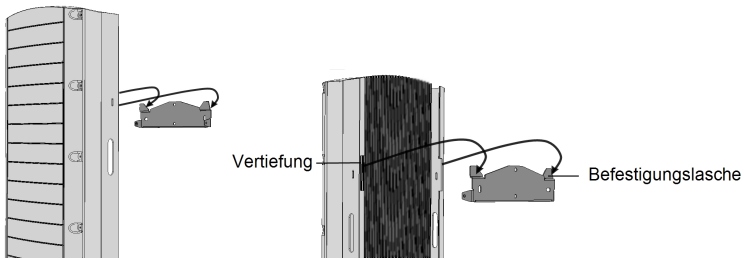

Abbildung 9: Aufhängen des Wechselrichters auf der Halterung
- Stellen Sie sicher, dass sich die flache Kante der Halterung wie in *Abbildung 9* unten befindet.
5. Hängen Sie den Wechselrichter auf die Halterung (siehe *Abbildung 9*): Heben Sie den Wechselrichter seitlich, oder halten Sie ihn unten und oben fest, um das Gerät in die Halterung einzuhängen.
7. Führen Sie die beiden im Lieferumfang enthaltenen Schrauben durch die äußeren Lamellen des Kühlkörpers in beide Seiten des Wechselrichters und in die Halterung ein (siehe *Abbildung 9*). Ziehen Sie die Schrauben mit einem Drehmoment von 4.0 N\*m an.